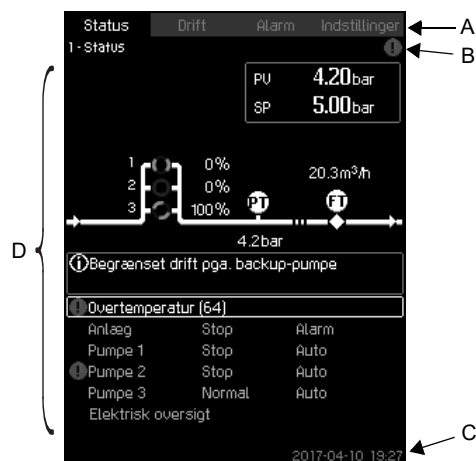

Fig. 10 Displayets opbygning
Menulinjen (A) er vist i fig. 10.
Øverste linje (B) er vist i fig. 10. Den viser følgende: